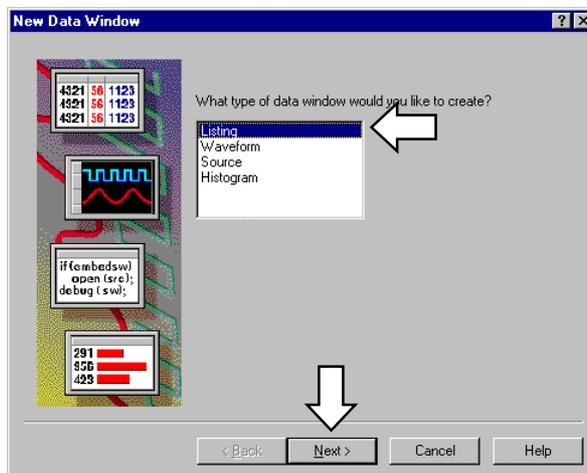

図 2-77 : [New Data Window]ウィザードの最初の画面
1. メニューバーの[Window]メニューから、あるいはツールバーの<New Data Window>ボタンを選択し、図 2-77 の[New Data Window]ウィザードを起動します。